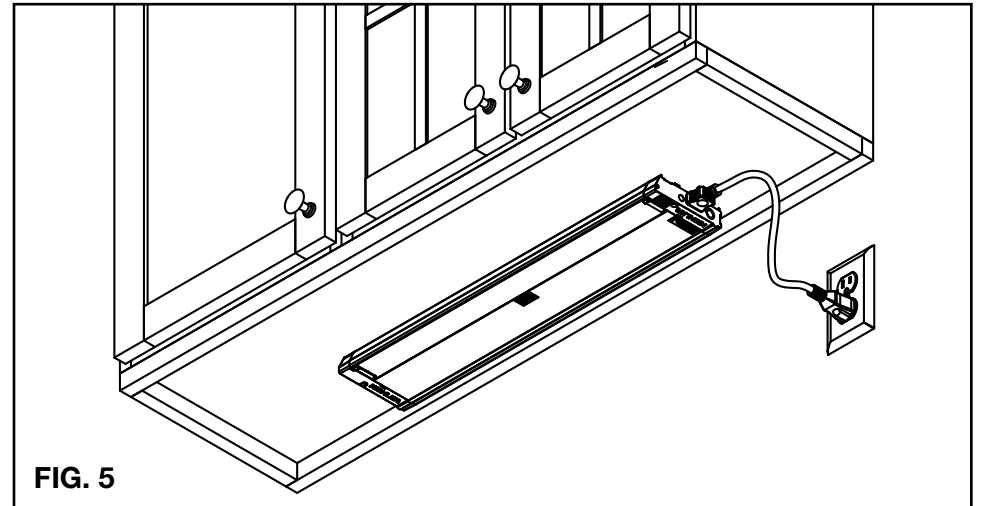

FIG. 5
- Maintenir le luminaire à l'emplacement de montage souhaité, laissant un jeu d'environ 2 ½ po pour le cordon enfichable, et pas plus de 5 pieds de la prise la plus proche. Serrer les vis de montage dans la surface de l'armoire jusqu'à ce que le luminaire soit sécurisé. Si les vis sont difficiles à installer, marquer des repères pour les trous et percer des trous pilotes de 1/16 po maximum (réf. Fig. 5). **REMARQUE:** Pour les luminaires de 22 et 30 po, ouvrir le compartiment de câblage en insérant un tournevis à tête plate dans les fentes et dégager le couvercle pour installer la vis centrale. Une fois installée, faire pivoter le couvercle vers le luminaire et le fermer en appuyant sur les extrémités du couvercle jusqu'à ce qu'il s'enclenche en place et soit aligné avec le luminaire.